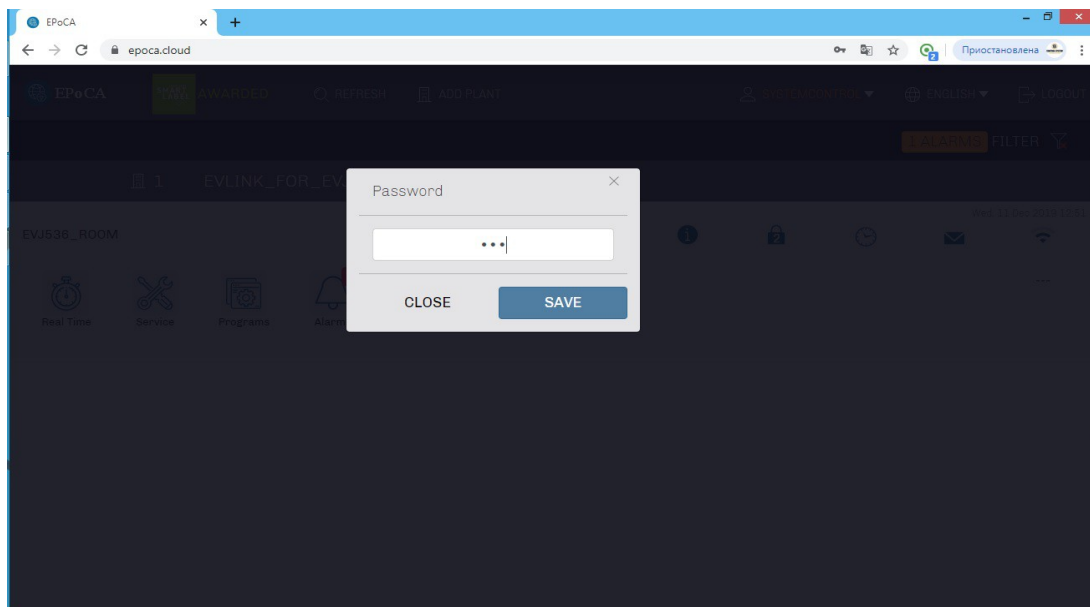

Рисунок 27–Ввод пароля уровня доступа
2. Окно задания пароля на уровни доступа (рис.27). Стандартные значения паролей доступа описаны в руководстве по эксплуатации контроллера (см. раздел с таблицей настроек).